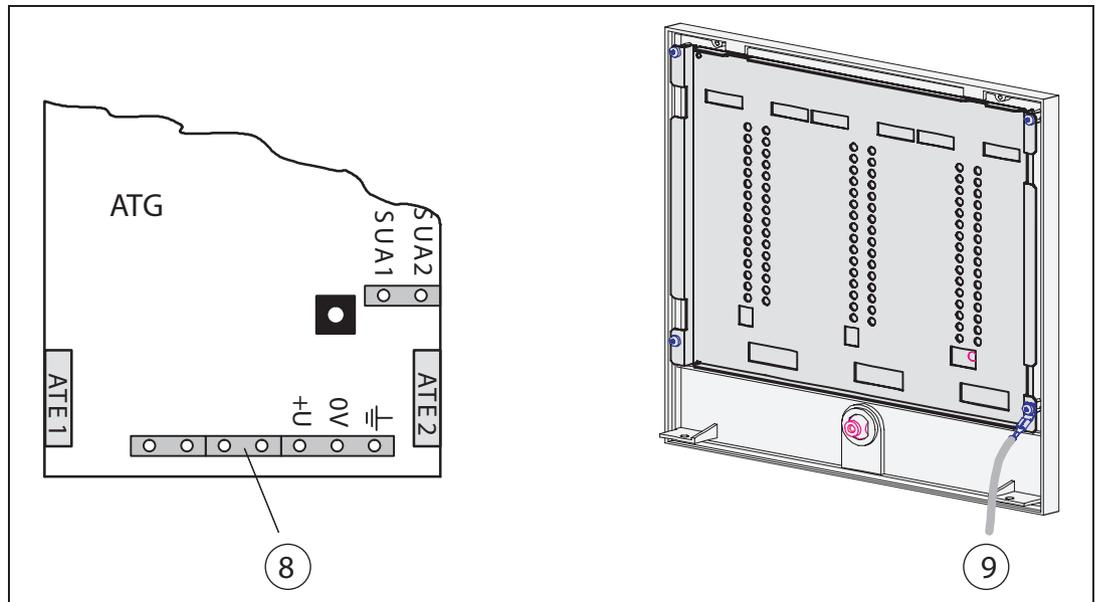

Figura 4.5: Cavo di messa a terra
13. Fissare il cavo di messa a terra sul lato posteriore del coperchio dell'alloggiamento (14) (vedere anche *Figura 4.5 (9)*).